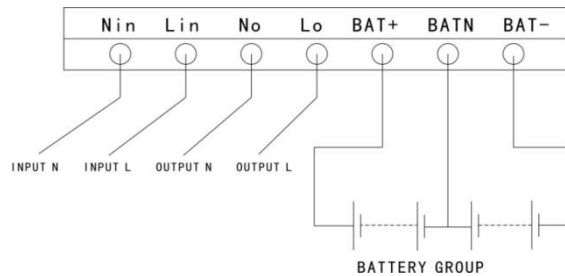

Fig. 3-3 Conexión de los terminales de E/S
- 2) Retire la tapa de los terminales, véase en la Fig. 3-3 cómo conectar los cables.